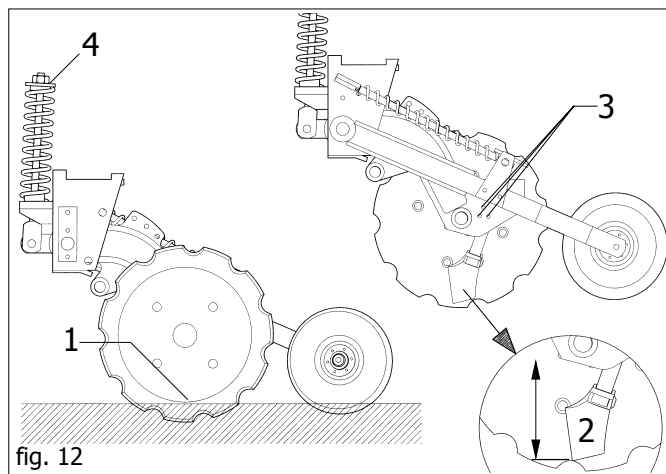

fig. 12
La profondità di deposizione dei semi è determinata correttamente, quando la zavorra laterale al disco appoggia sul terreno (fig. 12 rif. 1).
- a) modificando la **posizione relativa tra coltro depositore e disco assalcatore**, allentare le viti di fissaggio del coltro (fig. 12 rif. 3) e spostarlo fino all'altezza voluta (fig. 12 rif. 2).
**IMPORTANTE:** l'estremità del coltro non deve mai essere regolata più profonda delle tacche ricavate nel margine del disco tra un dente e l'altro (fig. 12 rif. 2). Fare attenzione durante il serraggio che le viti vengano serrate con equilibrio, in modo che il tagliante del coltro resti perfettamente aderente alla superficie del disco senza impedirne la rotazione.
- 4) Eventualmente regolare tutte le molle d'assetto attraverso il dado (4 fig. 12) fino al raggiungimento della posizione descritta al punto (3).